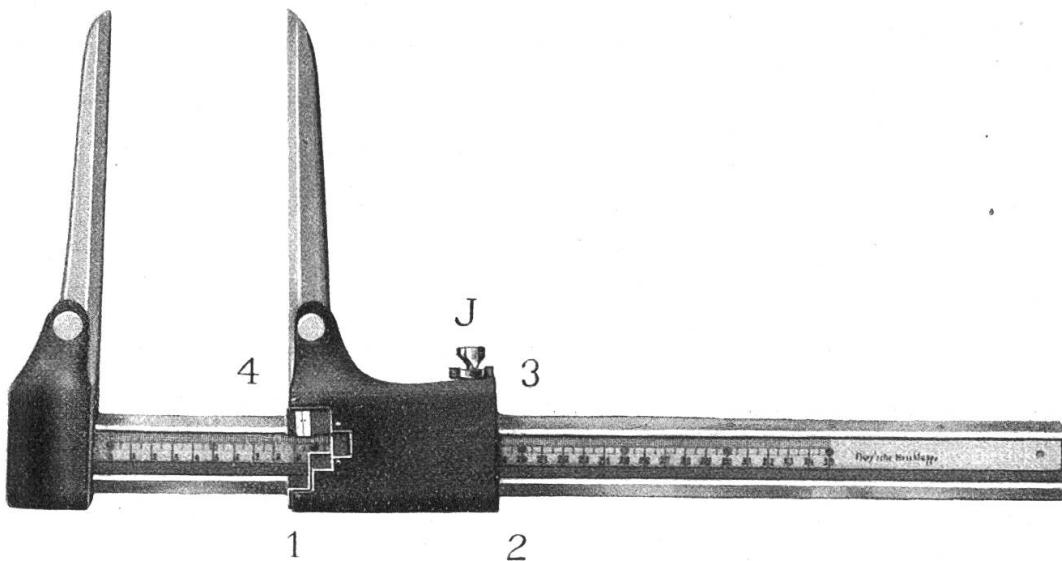

Abb. 1. Flury'sche Meßkluppe
1. Fall, Fig. 1. Der Stamm St wird mit der sich beim Zug selbst schließenden Zange Z gefaßt, welche durch einen Haken mit dem Drahtseil S (Zugseil) verbunden wird. An einem ungefähr in der Zugrichtung und jenseits des Weges stehenden Baumstamm B wird das Bindedrahtseil befestigt und die Rolle R angehängt. Über diese Rolle gleitet das
Im Jahre 1913 hat Dr. Ph. Flury eine neue Kluppe konstruiert (Abb. 1), die allen Anforderungen, welche an ein solches Instrument gestellt werden können, entsprechen dürfte. (Vgl. „Zeitschrift“ 1913, S. 89.)